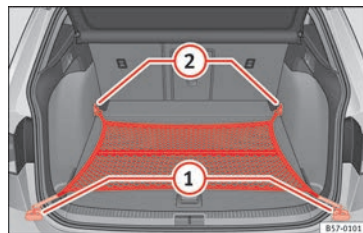

Abb. 162 Im Gepäckraum: flach eingehängtes Gepäckraumnetz.
- Heben Sie ggf. die vorderen Verzurrösen »» Abb. 162 ② an.
- Hängen Sie die Haken in die Verzurrösen ② »» ⚠ ein. Der Reißverschluss des Gepäckraumnetzes muss dabei nach oben zeigen.
- Hängen Sie die Haken in die Verzurrösen ① ein.